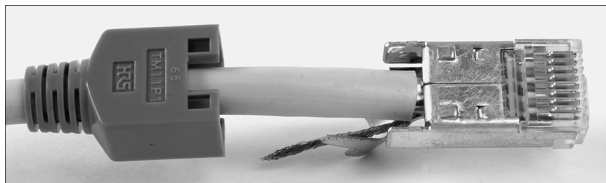

**Abbildung 2.20** Einführen des vorbereiteten Kabels in den Steckerkörper
7. Schieben Sie das so vorbereitete Kabelende in den Steckerkörper. Führen Sie das vorsichtig aus, die Adern dürfen nicht gestaucht werden (Abbildung 2.20)!